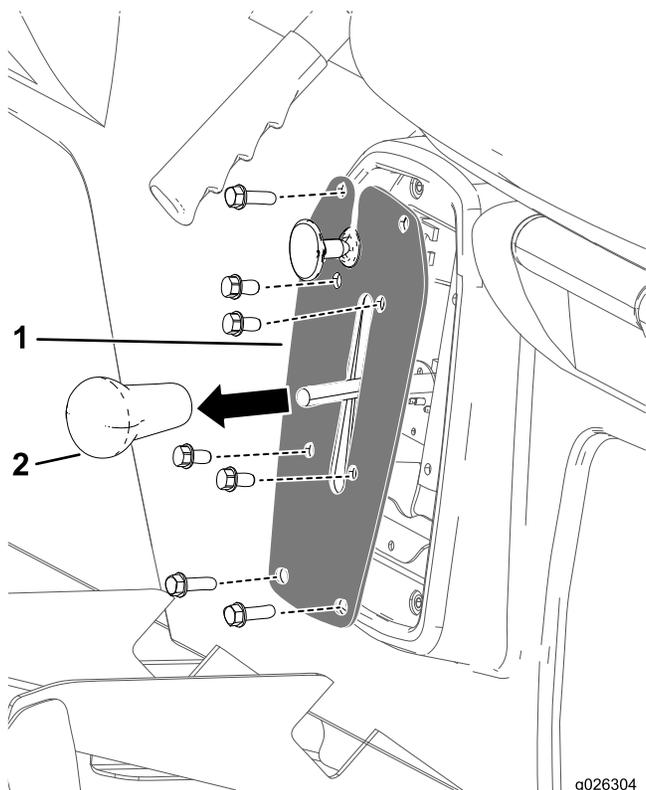

図 43
1. ギアシフトレバーからノブを外す 図 43。
2. シフタープレートをシフターブラケットに固定しているボルト4本を外す 図 43。
3. シフタープレートをシートベースに固定しているボルト4本を外してシフタープレートを外す 図 43。
4. ギアシフトレバーにシフトノブを手締めで取り付ける 図 43。